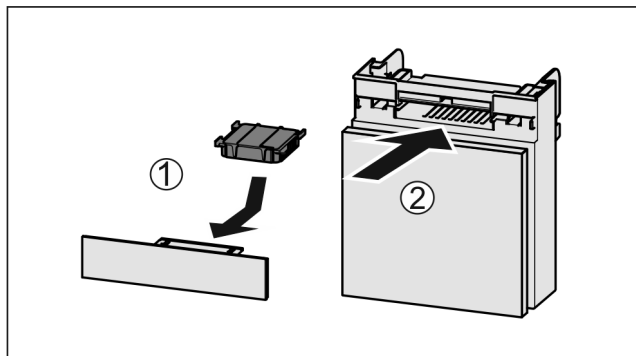

Fig. 114
- ▶ Introduzca el compartimento Fig. 114 (2).